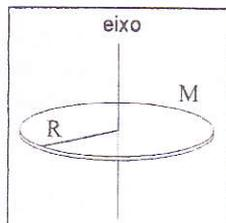

Figura 3: Disco homogêneo.
Para um corpo rígido que possua alguma simetria, não é difícil calcular o seu momento de inércia em relação a um eixo que passe por seu centro de massa (CM). Por exemplo, o cálculo do momento de inércia para um disco homogêneo de massa M e raio R , em relação ao eixo que passa por seu CM mostrado na figura 3, fornece: